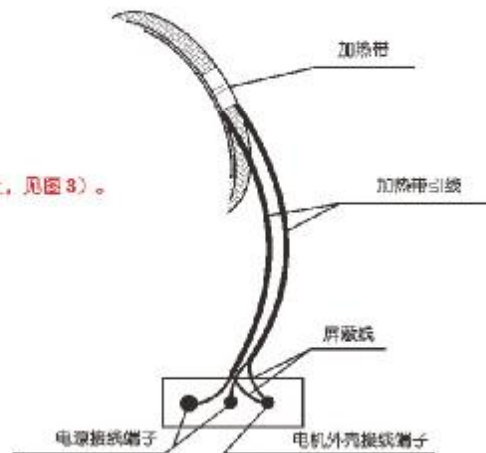

图 3
- ※ 将引出线接入指定的接线柱上压牢（其屏蔽线压在电视壳上，见图3）。